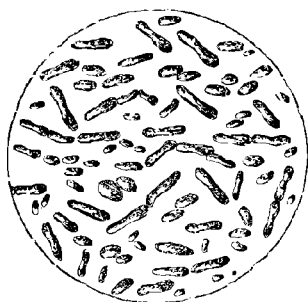
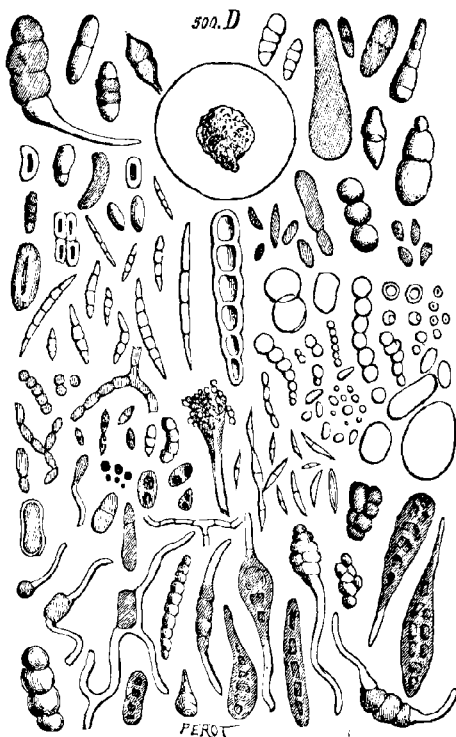

Fig. 163. *Mycoderma vini*.
Fig. 167. Poussières de l'air.
*mycoderma aceti*, levûre de bière, *bacillus amylobacter* (fig. 163 à 166). Tous sont contenus en faible quantité dans l'air (fig. 167) mais ne se développent que dans un